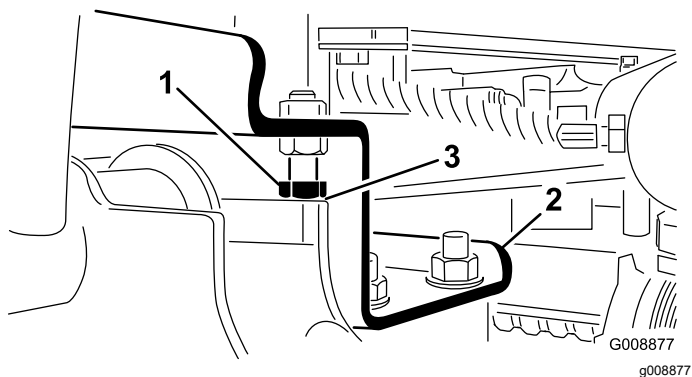

Figura 26
- A. Afloje los pernos de bloqueo y ajuste el cilindro para obtener la holgura necesaria (Figura 26).
2. Compruebe que la holgura entre cada brazo de elevación y el perno de tope es de 0,13 a 1,02 mm (Figura 26).